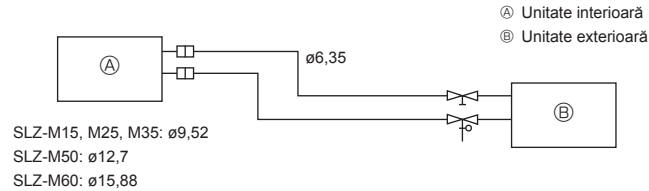

Fig. 5-1
5.2. Conductă de curgere a agentului frigorific (Fig. 5-1)